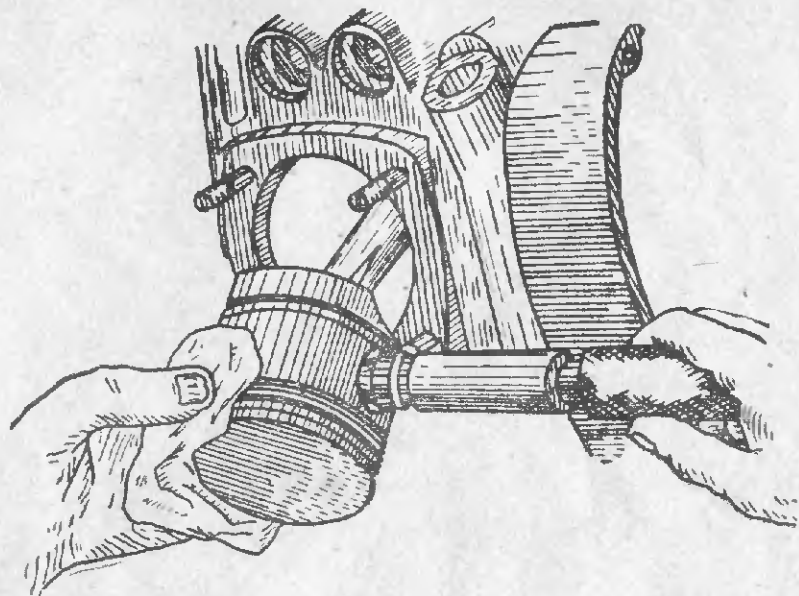

Рис. 31. Установка поршневого пальца
- совместить отверстие в поршне с отверстием в верхней головке шатуна и вдавить поршневой палец рукой на место (рис. 31).